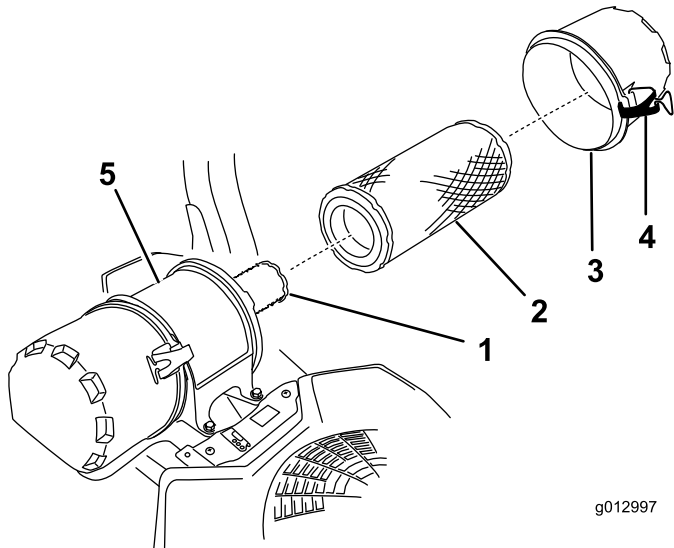

Figura 28
- Abra los cierres del limpiador de aire y tire de la tapa de la entrada de aire para separarla del cuerpo del limpiador de aire (Figura 28).
- Extraiga con cuidado el filtro exterior del cuerpo del limpiador de aire (Figura 28).
- Si va a cambiar el filtro interior, deslícelo cuidadosamente en el cuerpo del filtro (Figura 28).
- Deslice cuidadosamente el filtro exterior por encima del filtro de seguridad (Figura 28).